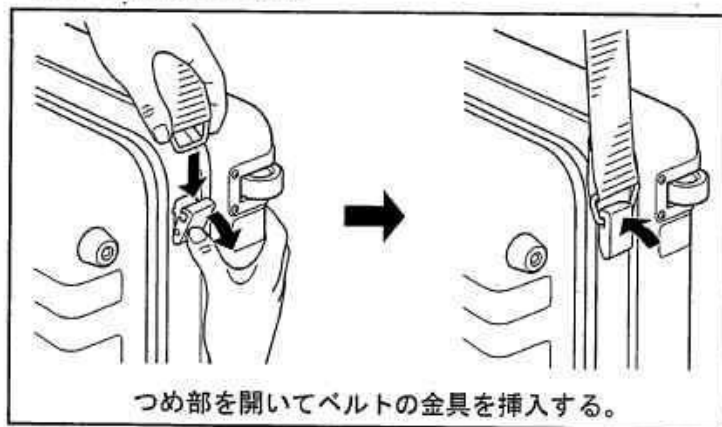

図 3.2
- ベルトを使用する際はベルトの両端をケースに確実に取付けてください。確実に取付けられていないと持ち上げた時ベルトが外れるおそれがあります。(図 3.2 参照)